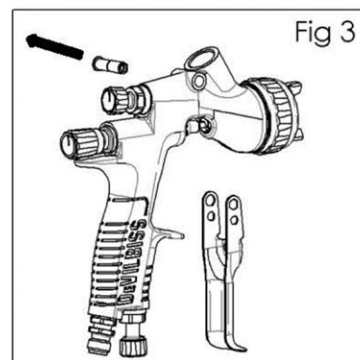

Fig 3
2. Entfernen Sie den Fingerabzugbolzen(40) und den Fingerabzug (39). (Siehe Abb. 3).